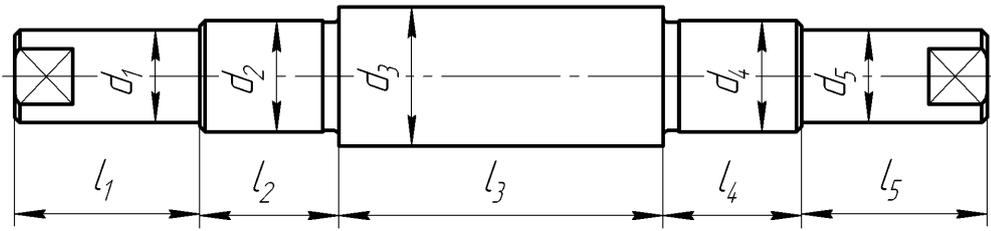

Рисунок 7 — Ось
**Задание 5.2.** Создать трёхмерный шаблон оси (рис. 7), включающий в качестве параметров длины и диаметры ступеней согласно таблице 10.